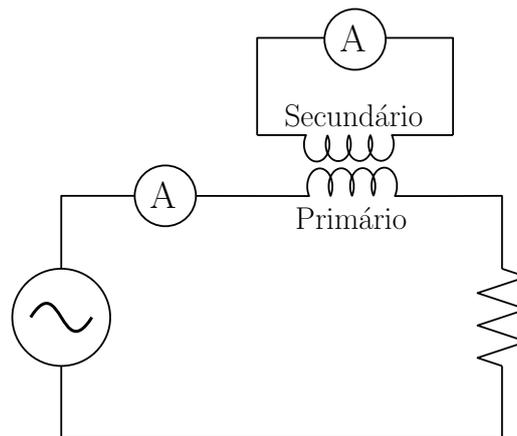

Figura 5.2: Circuito do Transformador de corrente
- h) Considere que um transformador foi ligado em série em um circuito como mostrado na Figura 5.2. Ainda considerando o transformador ideal, calcule as correntes no primário e no secundário se a fonte for ajustada para $100V$, a resistência de 10Ω , o primário possuir 5000 espiras e o secundário possuir 15000 espiras.